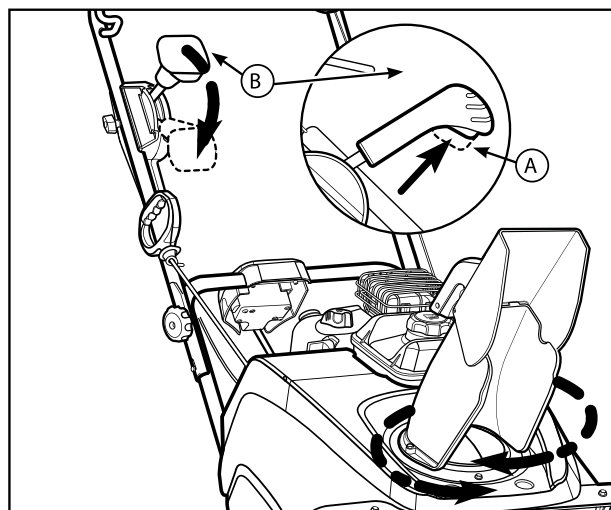

Рис. 10
1. Нажмите и удерживайте триггер (А, рис. 10, врезка) на рукоятке (В) дистанционного управления желобом.
2. Нажмите рукоятку вперед, чтобы повернуть желоб (С) против часовой стрелки или потяните рукоятку назад, чтобы повернуть желоб по часовой стрелке, как показано на рис. 10.